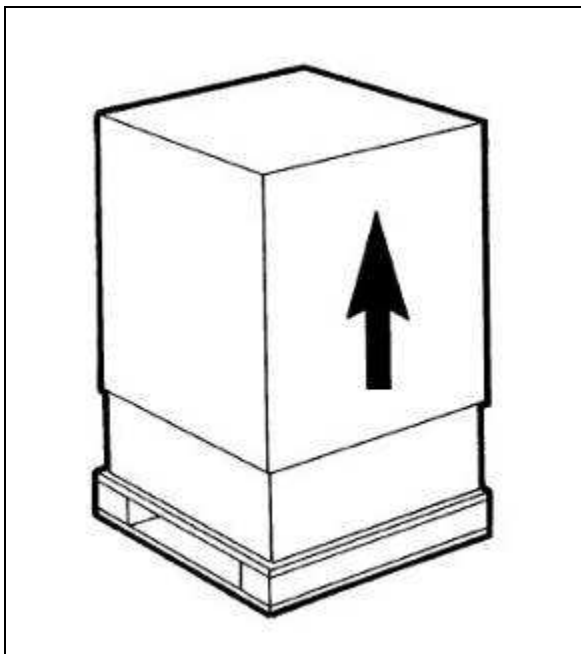

Abb. 1
a) Das Gerät auspacken und auf eventuelle Transportschäden untersuchen (Abb. 1). **Die Originalverpackung für die Winterlagerung aufbewahren.**